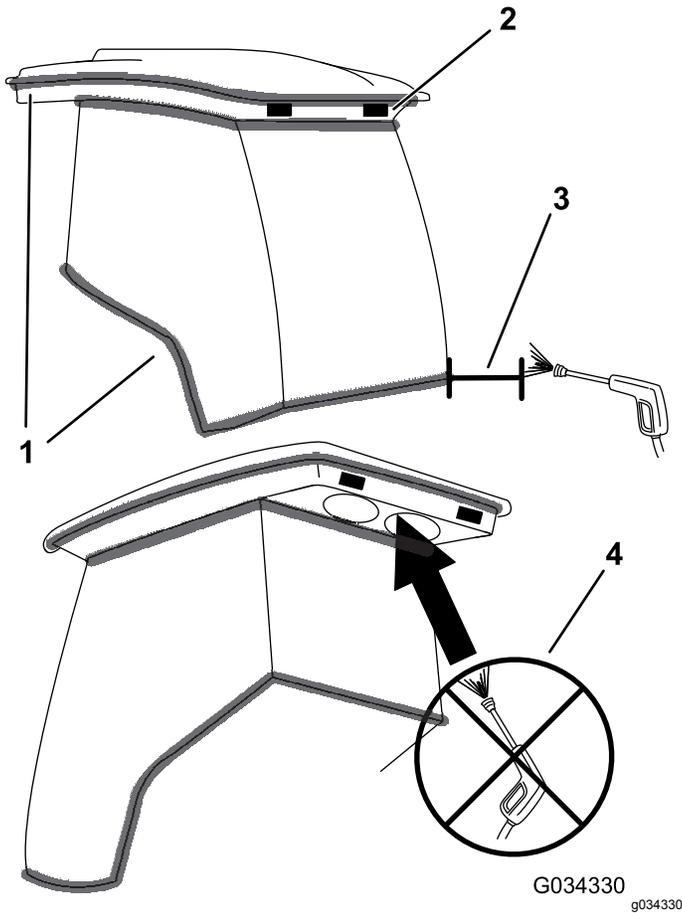

Figure 91
**Important:** Faites attention près des joints de la cabine et des éclairages (Figure 91). Si vous utilisez un nettoyeur haute pression, n'approchez pas le jet à moins de 60 cm de la machine. N'utilisez pas le jet haute pression directement sur les joints et les éclairages de la cabine ni sur l'avancée arrière.